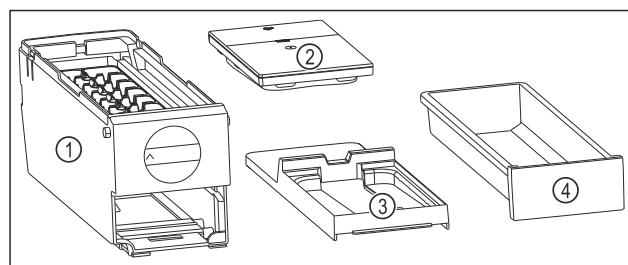

Fig. 244 Составные части EasyTwist-Ice
- ▶ EasyTwist-Ice разобран на четыре части. (см. Fig. 244)
- Разбирайте EasyTwist-Ice только на составные части, представленные на рисунке. (см. Fig. 244)
- Очищайте корпус EasyTwist-Ice Fig. 244 (1) как цельное устройство.